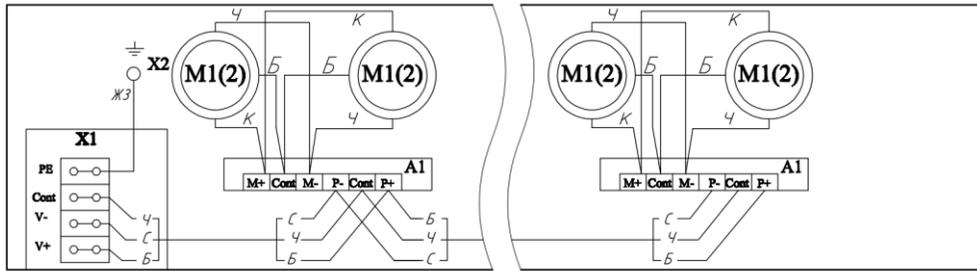

Рис. 4
- 5.10. Для исполнения конвектора ВП без контроллера и блока питания подсоединить источник постоянного тока 24В, сигнал управления вентиляторами и заземление к клеммнику рис.4.